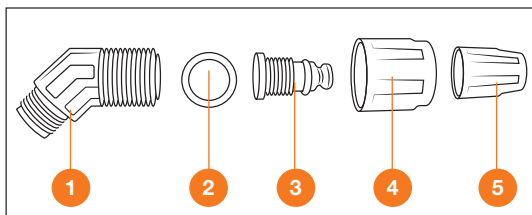

Рис. 29
Сборка регулируемой распылительной форсунки (Рис. 29 DSA 5Li / DSA 6Li / DSA 7Li MIX / DSA 9Li / DSA 10Li) – к переходнику ① установите круглое уплотнительное резиновое кольцо ②, присоедините распылитель ③ и закрепите накидной гайкой ④. На распылитель ③ накрутите регулировочный колпачок ⑤.